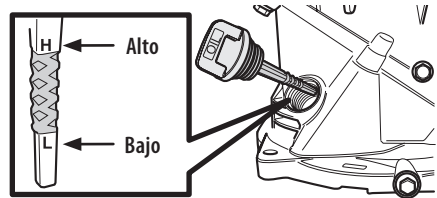
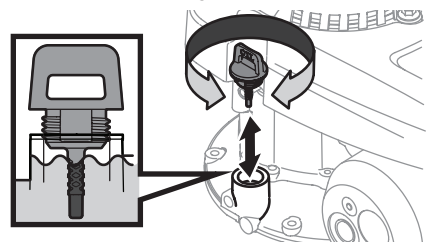

Figura 2
Figura 3
1. Extraiga el tapón de llenado de aceite y limpie la varilla de medición de aceite. Consulte la Figura 2 o Figura 3 dependiendo del ángulo del cuello de llenado de aceite.
- Cuello de llenado de aceite angulado (Figura 2) - Extraiga el tapón de llenado de aceite. Si el nivel es bajo, agregue aceite lentamente hasta que el nivel de aceite se encuentre entre alto (H) y bajo (L).
- Cuello de llenado de aceite vertical (Figura 3) - Extraiga el tapón de llenado de aceite. Si el nivel es bajo, agregue aceite lentamente hasta el límite superior de la varilla.